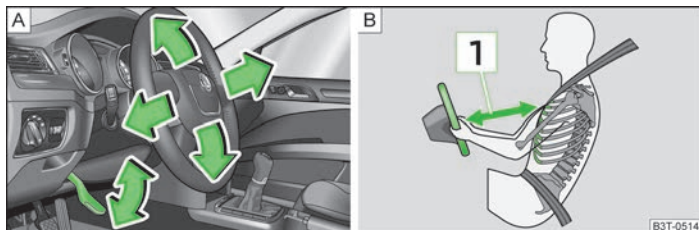

Fig. 112 Volante regulable: Palanca debajo del volante/distancia segura hasta el volante
- Mantener a una distancia mínima de 25 cm hasta el volante 1 » fig. 112 de la página 108 - B. Si no respeta la distancia mínima, el sistema de airbag no podrá protegerle - ¡Peligro de muerte!
- Girar la palanca situada debajo del volante hacia abajo » fig. 112 - A.